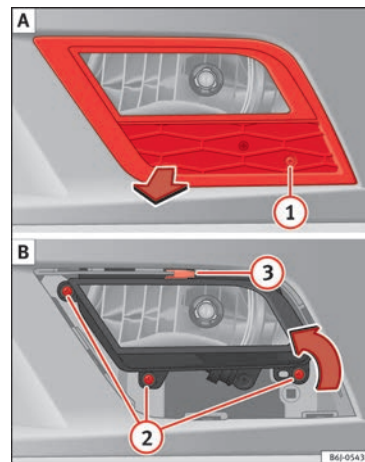
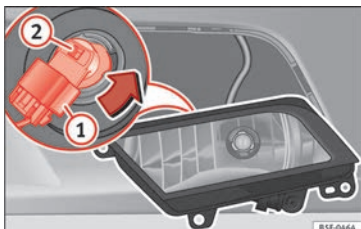

Fig. 95 Phare antibrouillard : enlever la grille. »
Fig. 96 Phare antibrouillard : démonter le support d'ampoules.
- Retirez la vis **» fig. 95 ①** de la grille du projecteur antibrouillard à l'aide d'un tournevis.
- Retirez les 3 vis **②**.
- Retirez l'agrafe métallique située sur la partie supérieure du projecteur antibrouillard vers l'extérieur du véhicule **③** avant de retirer le projecteur antibrouillard.
- Retirez le connecteur **» fig. 96 ①** de l'ampoule.
- Tournez le porte-ampoule **» fig. 96 ②** vers la gauche puis tirez.